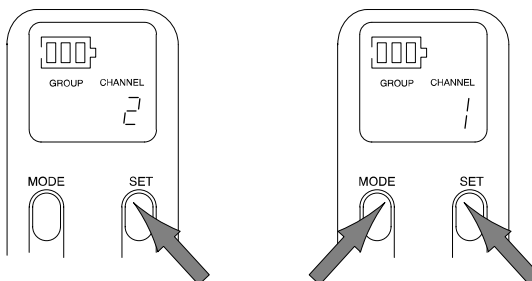

FIGURE 28
- Pour d'elever ou d'abaisser la numero de groupe ou canal, appuyer continuellement sur le bouton «SET», puis appuyer sur le bouton «MODE». Se reporter à la figure 28.